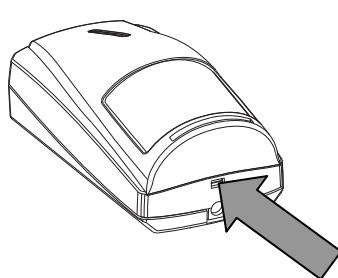
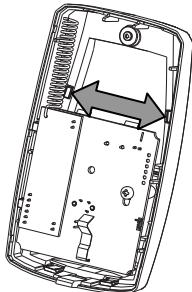
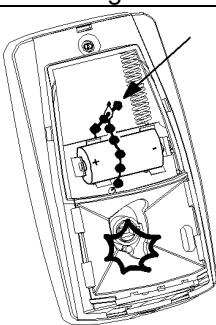

Fig. 1
Fig. 2
Fig. 3
1) Ouvrir le capteur en appuyant sur la languette inférieure (fig. 1) et en soulevant le couvercle porte-lentille conformément aux indications de la fig. 2. Introduire la pile (**uniquement au moment de l'apprentissage**) en respectant les polarités (fig.3) ; bloquer la pile à l'aide du collier de téflon (fig.3). Pour l'acquisition et la configuration du détecteur, consulter le Manuel d'installation du système WL31.
- 1) Zum Öffnen des Kontakts auf den unteren Cliphebel drücken (Abb. 1) und den Deckel heben, wie es in Abb. 2 gezeigt wird. Batterie einlegen (**erst im Moment des erfassung**) auf richtige Polarität achten (Abb. 3). Zur Erfassung und Konfiguration des Kontakts die Anweisungen im Installationshandbuch des Systems WL31 beachten.
- 1) Abra el sensor presionando la lengüeta inferior (fig.1) y levantando la tapa según lo indicado en la fig. 2. Introduzca la pila (**exclusivamente al momento de la adquisición**) respetando las polaridades (fig.3). Para adquirir y configurar el sensor, haga referencia al Manual de Instalación del Sistema WL31.